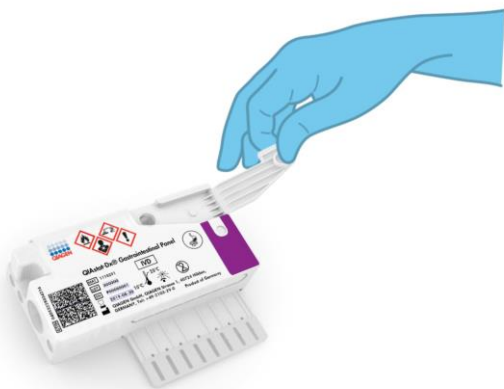

Figura 6. Deschiderea capacului probei aferent orificiului principal.
4. Deschideți capacul probei aferent orificiului principal din partea din față a QIAstat-Dx Gastrointestinal Panel Cartridge (Figura 6, pagina următoare).